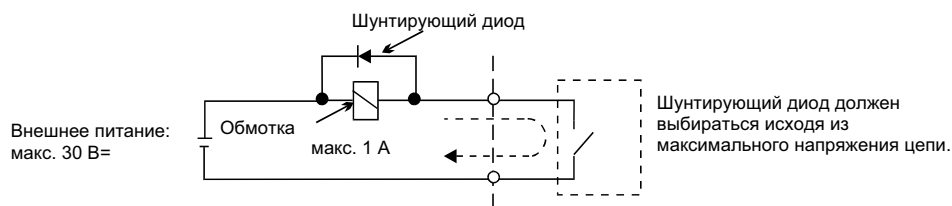

Рис. 3 Подключение шунтирующего диода
*2. При коммутации индуктивной нагрузки, например, обмотки реле, питаемой от источника постоянного тока, подключайте шунтирующий диод, как показано на Рис. 3.